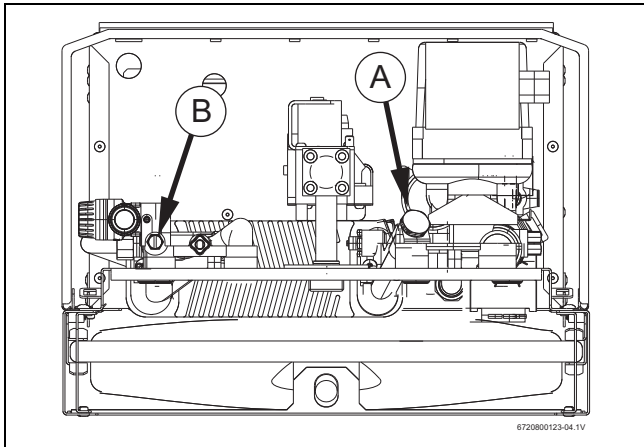

Рис. 26
- ▶ Снять крышку (рис. 26, положение А).
- ▶ Отвинтить сливной винт (рис. 26, позиция В).